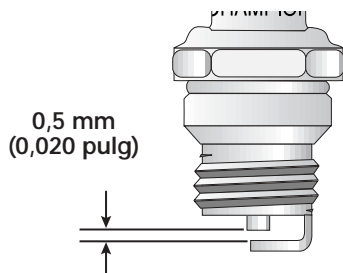

Fig. 24
3. Cambie las bujías que estén rajadas, sucias o deterioradas. Fije la separación de aire a **0,5 mm (0,020 pulgadas)** utilizando un calibrador (Fig. 24).